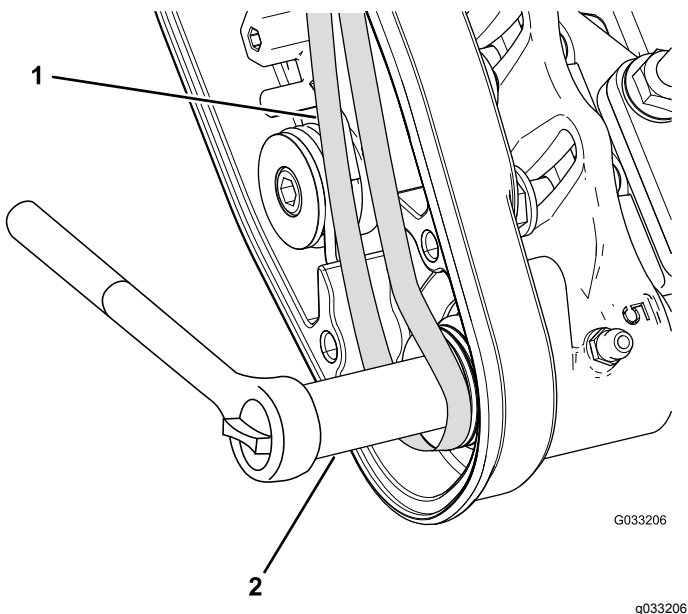

Figure 14
- Commencez à installer la courroie sur la poulie **menée** (Figure 14).
- Avec une clé à douille profonde (9/16 pouce), tournez la brosse et guidez la courroie sur la poulie menée (Figure 14).